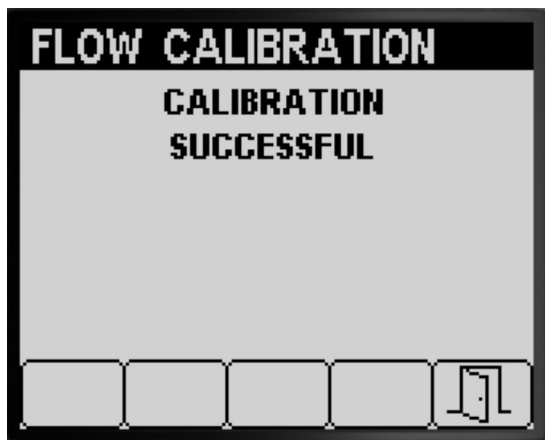
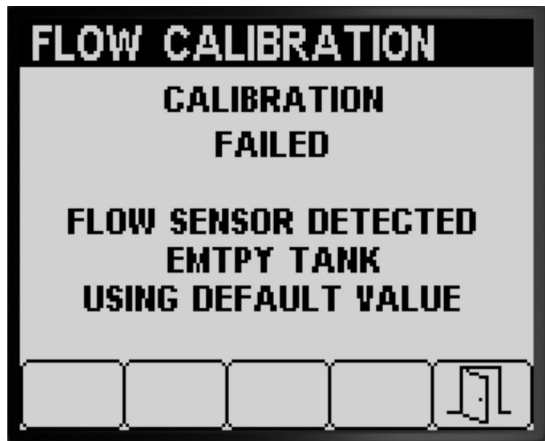

图 55
图 56
- 确认流量校准成功的消息将显示图 55。
- 表明流量校准失败的消息将显示图 56。
3. 按 5 号按钮可退出 Speed Calibration 速度校准屏幕图 55、图 56 和图 57。